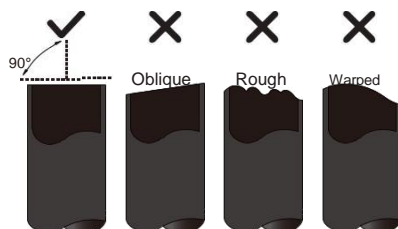

Fig. 6.1
3. Asigurați-vă că țeava este tăiată perfect la un unghi de 90 °. Fig. 6.1 pentru exemple tăiate proast.